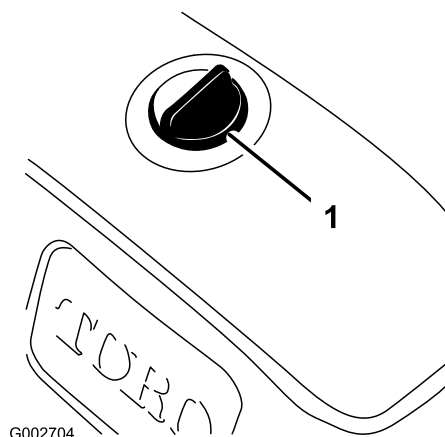

図 16
2. 異物をタンクに入れないよう、油圧オイルタンクのキャップ取り付け部周辺をウェスできれいに拭く 図 16。